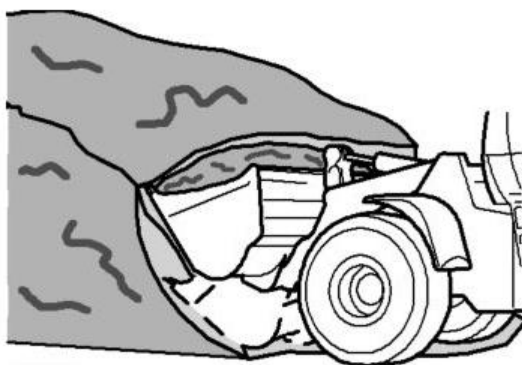

Рисунок 3.82. Процесс отбора материала снизу вверх
- ▶ Процесс отбора материала (песка, гравия) начинать снизу и продолжать вверх (рис. 3.82).